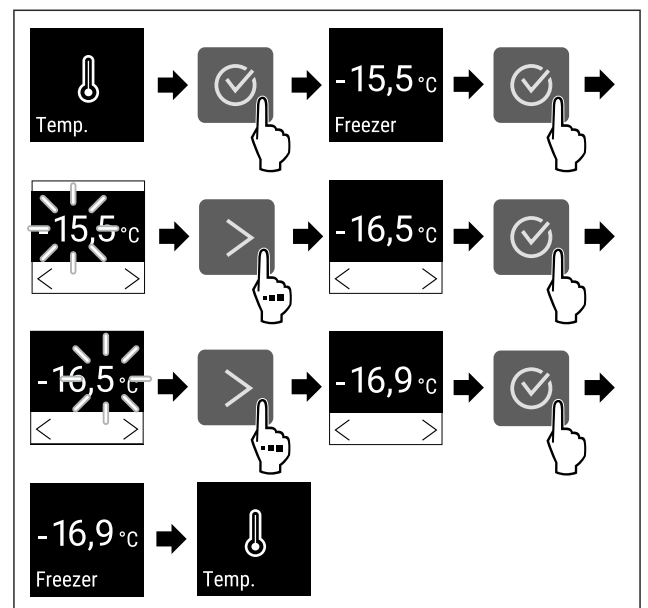

Fig. 65 Promjena temperature sa $-15,5^{\circ}\text{C}$ na $-16,9^{\circ}\text{C}$
- ▶ Obavite korake postupka (pogledajte Fig. 65) .